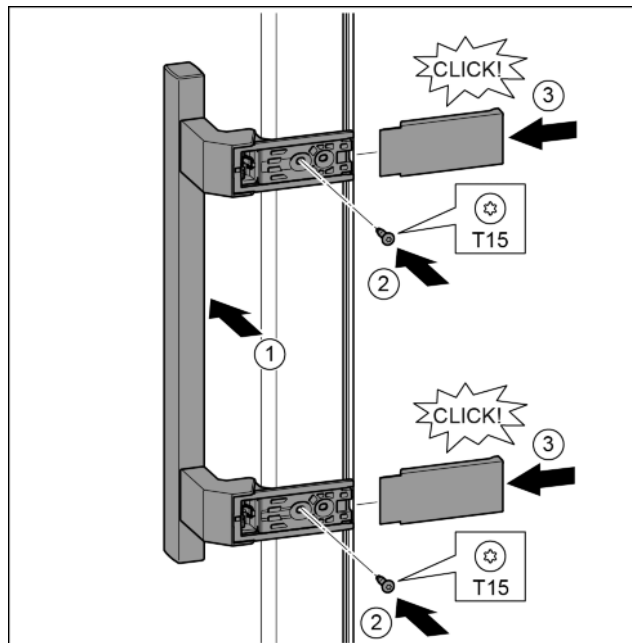

Fig. 16
- Greep op de tegenzijde aanbrengen. Fig. 16 (1)
- Schroeven met schroevendraaier T15 vastschroeven. Fig. 16 (2)
- Afdekkingen zijdelings aanbrengen en erop schuiven. Fig. 16 (3)